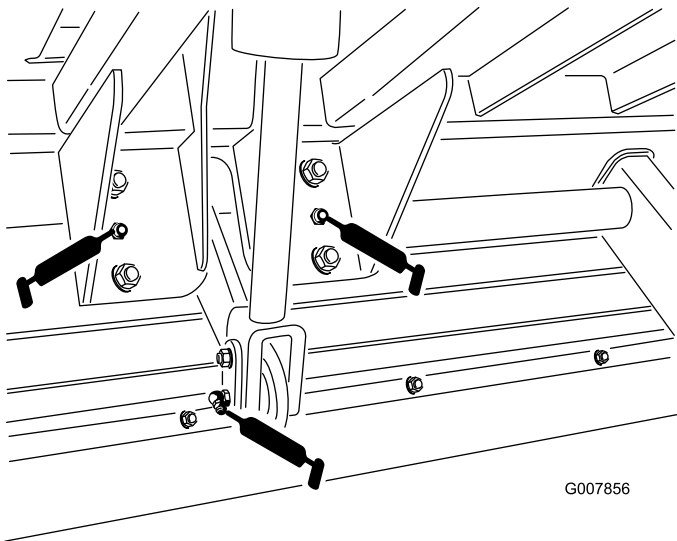
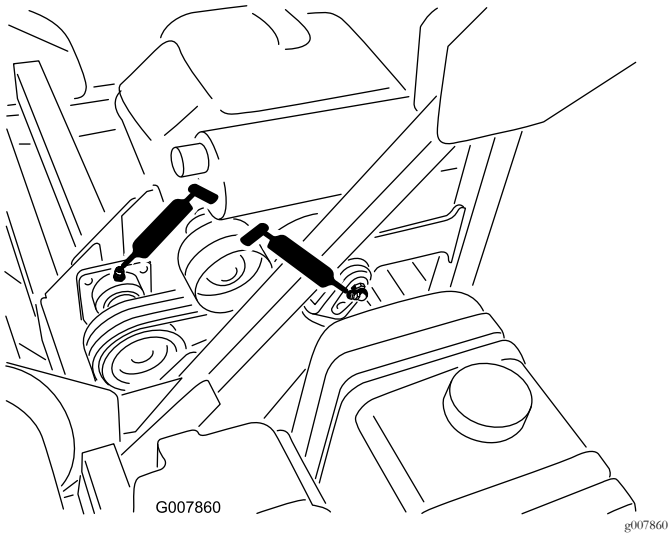

图38
图41
- 提升油缸2 个请参阅 图38 和 图41。
- 提升轴2 个请参阅 图38。
- 中间轴2 个请参阅 图41。